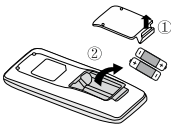

Fig. 1
1. Extraiga la tapa en el sentido de la flecha (véase la fig. 1 ①).
2. Extraiga las pilas originales (véase la fig. 1 ②).